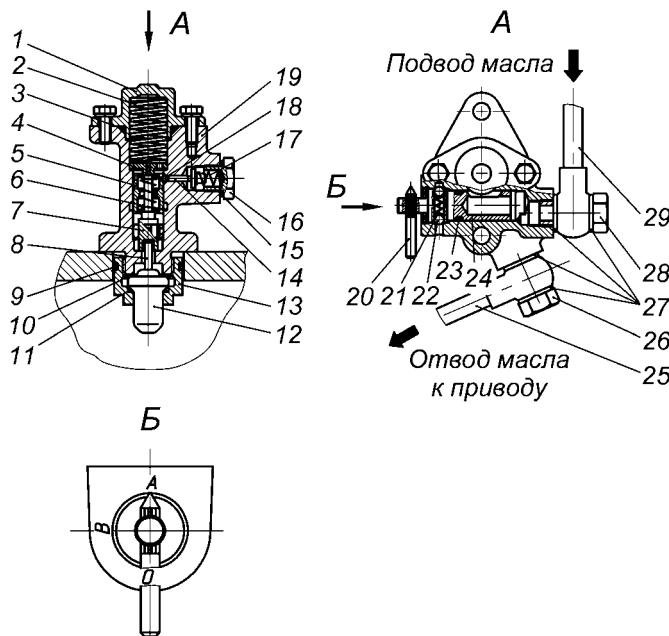

Рис. 44. Включатель:
- Включатель механического типа (рис. 44) совмещенный с термодатчиком и ручным переключателем режимов. Устанавливается на водянную трубу двигателя.
**Включатель механического типа** привода вентилятора (рис. 44) служит для управления фрикционным приводом. Режим его работы устанавливается с помощью ручного переключателя 20, имеющего три положения: